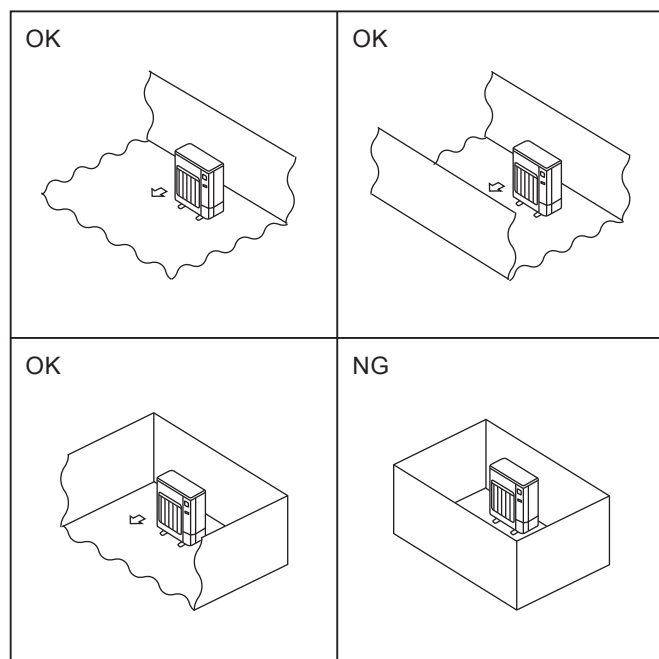

Fig. 2-1
- © Installare unità esterne in un luogo in cui sia aperto almeno un lato su quattro e in uno spazio di grandezza sufficiente e privo di depressioni. (Fig. 2-1)